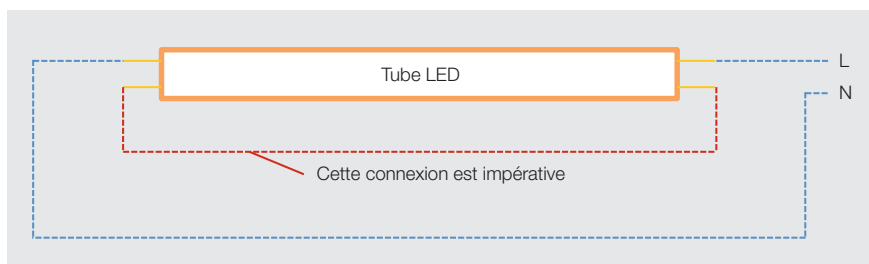

Figure 3 Vrai: ce schéma doit être respecté en cas de recâblage. Les autres types de câblages sont interdits en Suisse.
■ La modification d'une armature FL existante n'est autorisée selon l'OMBT qu'en procédant comme suit (figure 3) :
■ Les tubes LED conformes à la norme IEC 62776 sont autorisés en Suisse, à une exception près : les tubes LED qui possèdent un côté ouvert (figure 4) ne peuvent pas être mis sur le marché. La raison tient à ce que cette configuration ne fonctionne dans aucune armature existante. L'usage de ces tubes LED supposerait un luminaire modifié d'une manière interdite (le schéma ne correspond pas à la figure 3).